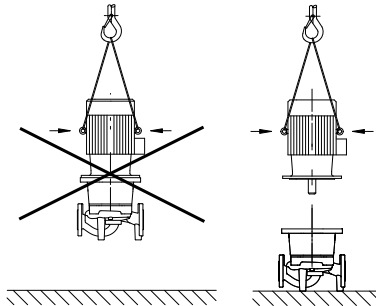

Fig. 20: Motorun nakliyesi
- Motordaki kaldırma halkaları sadece motor yükünü taşımak amacıyla kullanılmalı, tüm pompayı taşımak için kullanılmamalıdır (Fig. 20).